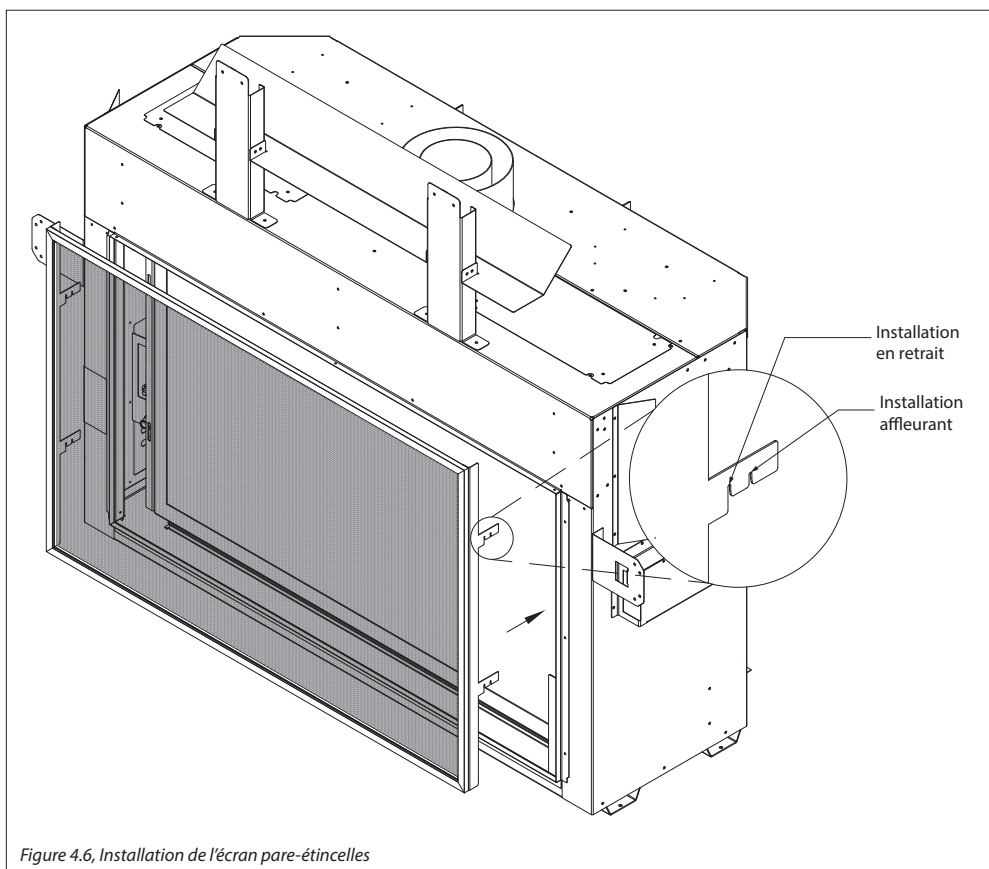

Figure 4.6, Installation de l'écran pare-étincelles
1. Repérez les (4) fentes aux deux côtés du cadre vitré (2 fentes de chaque côté).
2. Il y a deux options d'installation, selon la position des languettes à encoches. Voir la Figure 4.6 ci-dessous pour une installation affleurant ou en retrait.